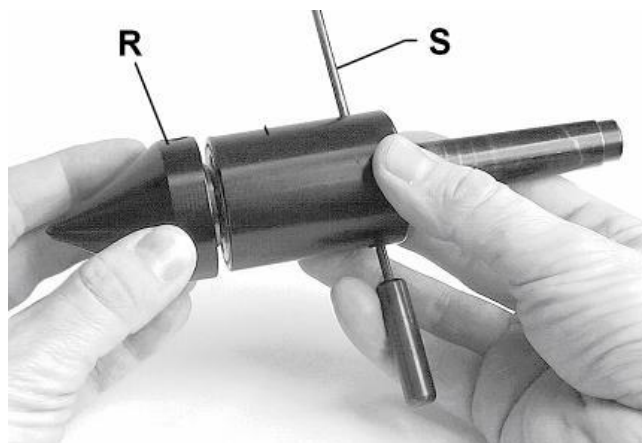

Рис. 22
Чтобы снять конус (R, рис. 22), подвижный центр должен быть заблокирован от вращения при помощи поставляемого штифта (S).